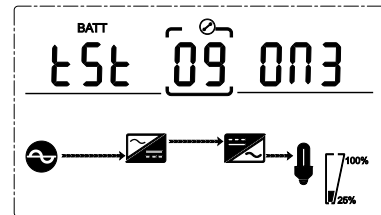

Fig. 4-24 Autotest ON3
- Selección **ON3**, el SAI puede pasar automáticamente al modo batería cada 30 días. Y el tiempo de autotest de la batería es hasta el **final de descarga (EOD)** (Fig. 4-24).